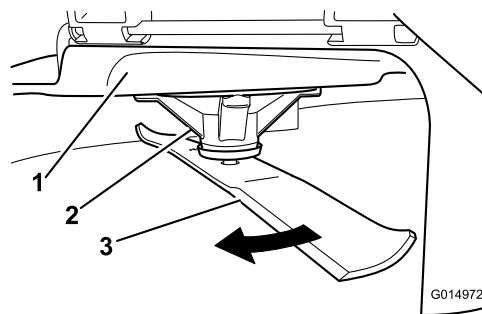

Figure 48
2. Enfilez des gants épais ou utilisez une autre protection adéquate pour les mains, et faites tourner la lame lentement jusqu'à une position permettant de mesurer correctement la distance entre le tranchant et la surface plane sur laquelle se trouve la machine (Figure 48).